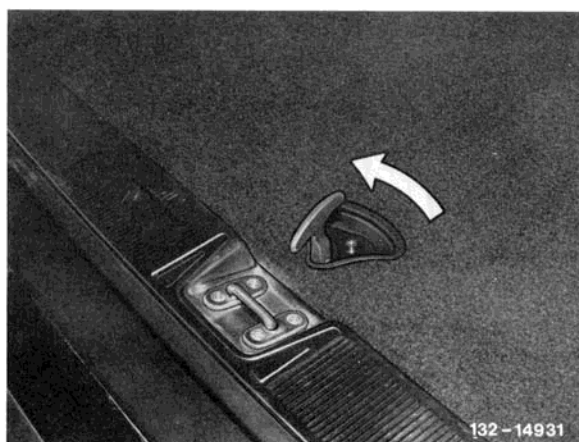

Bild 1
- 4 Ladeboden herausnehmen (Bild 1).